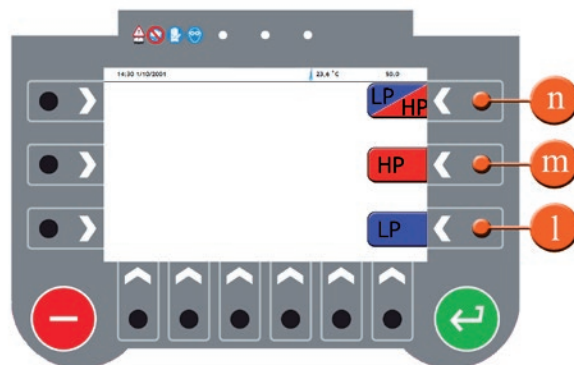
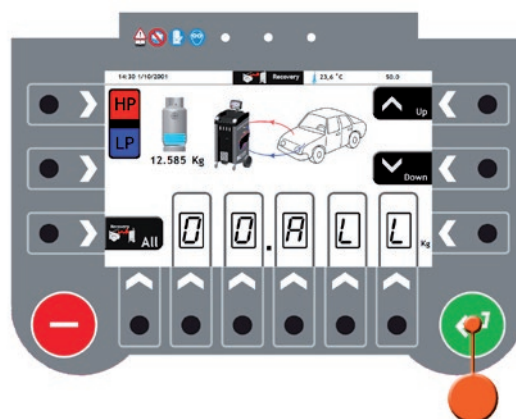

Fig. 017
Fig. 018
4. Selecteer de zijde, waarop de afzuiging plaats moet vinden (Fig. 017) met knop **n** wordt de service aan beide zijden (**LOW** en **HIGH**) uitgevoerd. met de knop **m** wordt de service alleen aan de **HIGH**-zijde uitgevoerd. Met de knop **l** wordt deze nu alleen aan de **LOW**-zijde uitgevoerd. De zijde hangt er van af, waar de aansluiting op de airco-installatie ligt. De geselecteerde zijde wordt op het display geaccentueerd (Fig. 018).